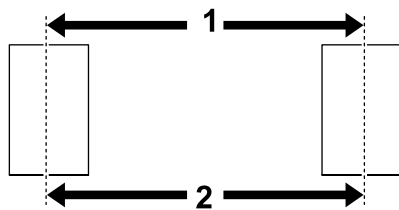

图4
- 在轮胎的前面和后面，测量轮毂高处中心到中心的距离 (图4)。